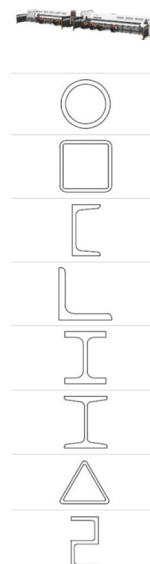

Fig. 6.a.7
- Fig. 6.a.7 geeft een aantal te bewerken profielen weer. Ook exotische varianten zijn te bewerken echter moet de aangeleverde tekening dan exact overeen komen met het materiaal.